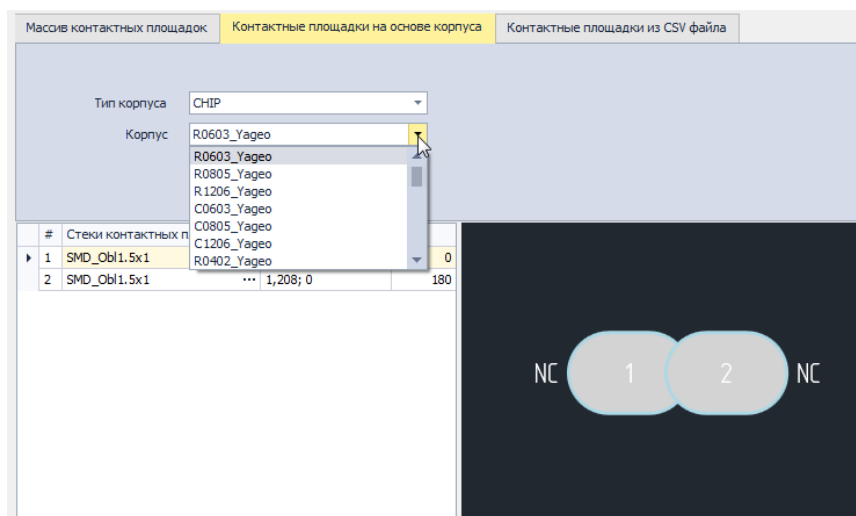

Рис. 106 Выбор конкретного корпуса
- Выберите с помощью выпадающего списка «Корпус» один из конкретных корпусов определенного ранее типа, см. Рис. 106.